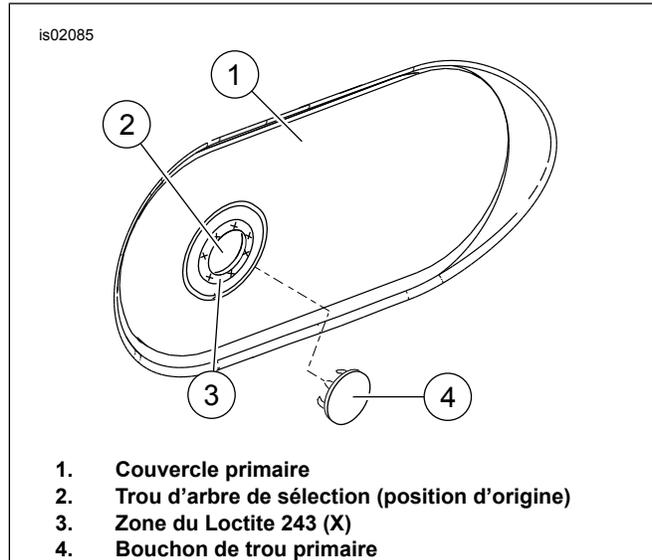

Figure 3. Installation du bouchon de couvercle extérieur
16. Voir Figure 3. Nettoyer la zone autour du trou du couvercle primaire (2) en retirant toutes les impuretés, l'huile et la graisse. Enduire de Loctite 243 (n° de pièce Harley-Davidson 99642-97) le pourtour de l'ouverture (3). Introduire le bouchon de trou primaire (4) dans l'ouverture. Retirer tout excédant d'adhésif de la surface. Laisser le Loctite durcir pendant 24 heures avant d'utiliser le véhicule.